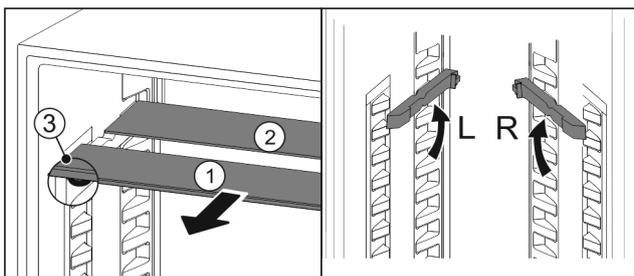

Fig. 60
- ▶ estrarre i ripiani di vetro singolarmente tirando in avanti Fig. 60 (1).
- ▷ Il piano in vetro Fig. 60 (1) con il motivo ornamentale è nella parte anteriore.
- ▷ I fermi Fig. 60 (3) sono rivolti verso il basso.